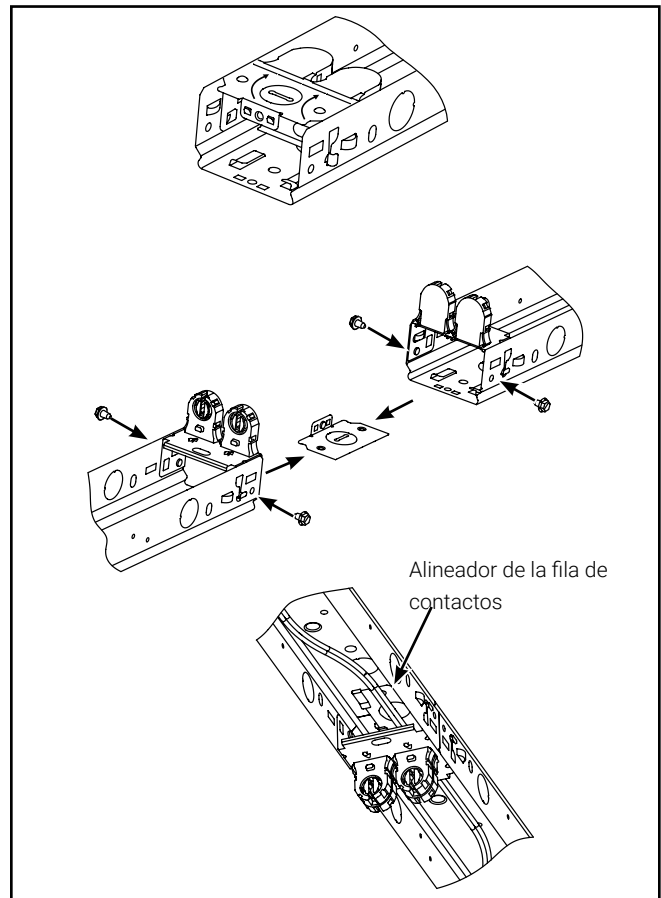

Figura 3.
1. Doble el alineador y sepárelo del portacasquillo (Figura 3).